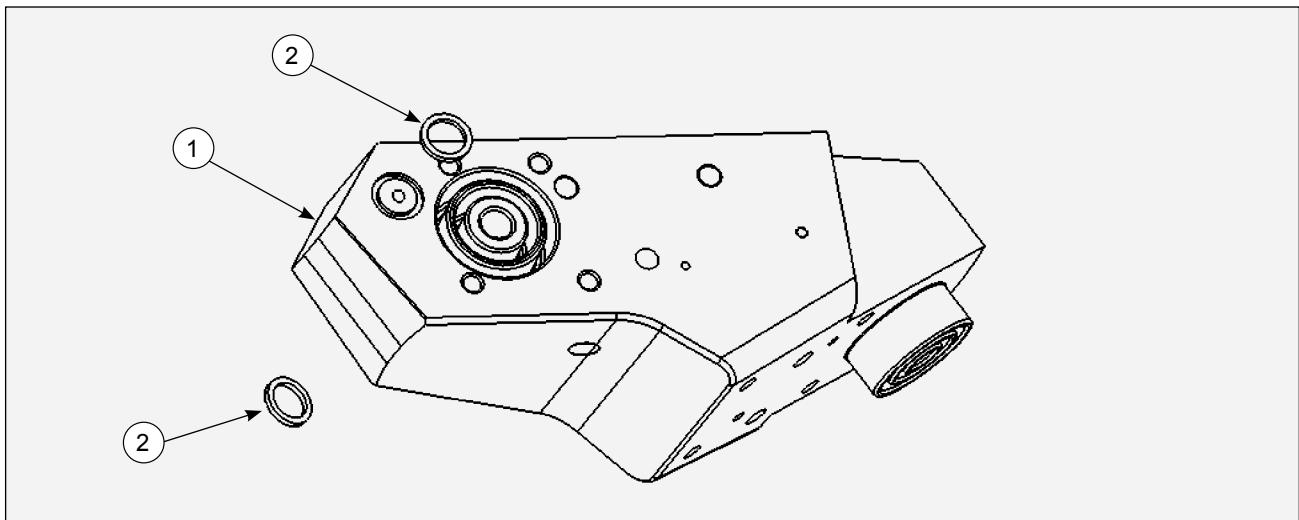

Figura 29: Cabezal doble de 60°
**80425-00 CABEZAL DOBLE DE 60 ° - LISTA DE PIEZAS (Figura 29)**
**CABEZAL DOBLE DE 90 ° 80426-00 - LISTA DE PIEZAS (Figura 29)**